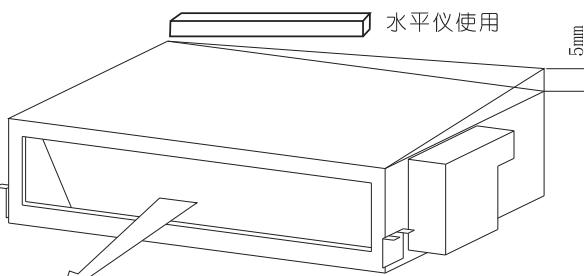

图7 顶面倾斜度
(2) 图 7 所示, 室内机后面稍微低于前面 (0mm ~ 5mm), 以利于排水。
(3) 调整完毕后, 将悬吊螺母拧紧。必须涂上螺纹锁固剂以防螺母松动。安装过程中请用塑料布盖好机器, 使之保持清洁。